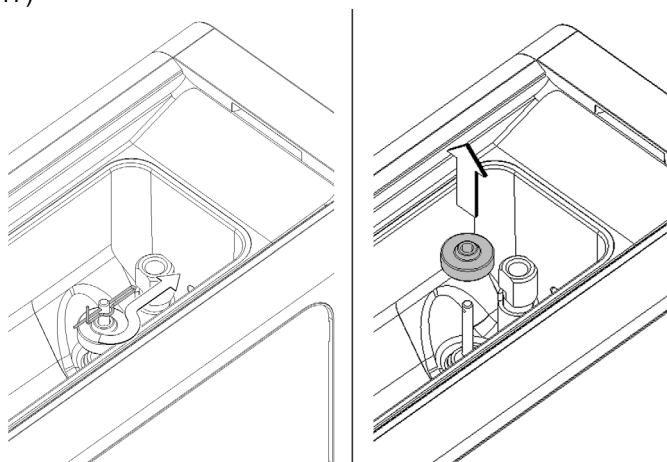

figura 17
- 3** Retire el tenedor de montaje y luego el flotador. (ver figura 17)